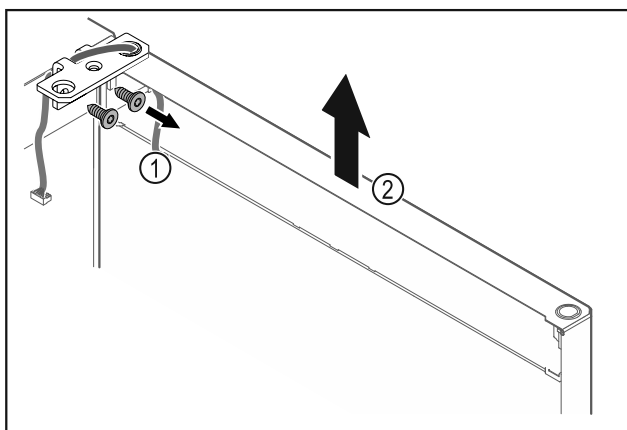

Fig. 18
- ▶ Odvijte kotnik tečaja vrat Fig. 18 (1).
- ▶ Vrata s kotnikom tečaja Fig. 18 (2) dvignite za približno 200 mm naravnost navzgor in jih snemite.